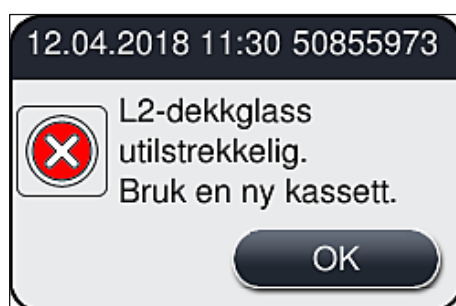

Fig. 54
- Hvis en forbruksartikkel brukes opp, sendes en tilsvarende varselmelding til brukeren, for eksempel (→ Fig. 54).